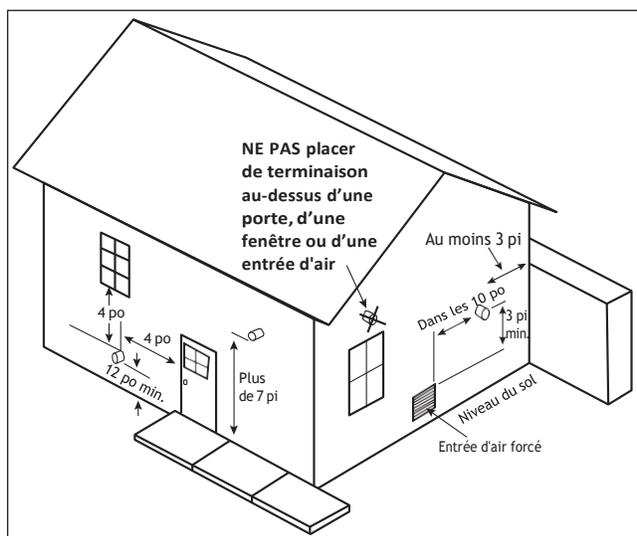

Fig. 16 - Dégagements des terminaisons de système de catégorie IV
5. La terminaison de l'évent doit aussi respecter les dégagements suivants ; comme illustré à la *Fig. 16* en page 25.
5. La terminaison de l'évent doit aussi respecter les dégagements suivants, comme illustré à la *Fig. 16* en page 25.